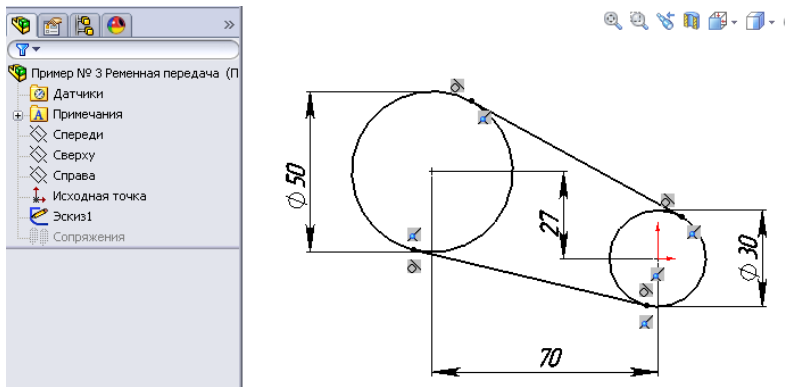

Рисунок 11.64 - Компоновальний ескіз складання
1. Для проектування складання такого типу відкриємо SolidWorks і увійдемо в режим роботи програми зі складаннями, виконавши команду **«Файл | Новый... | Сборка»**. У дереві конструювання виберемо площину **«Спереди»**, відкриємо ескіз, де й побудуємо компоновальний ескіз складання (рис. 11.64).